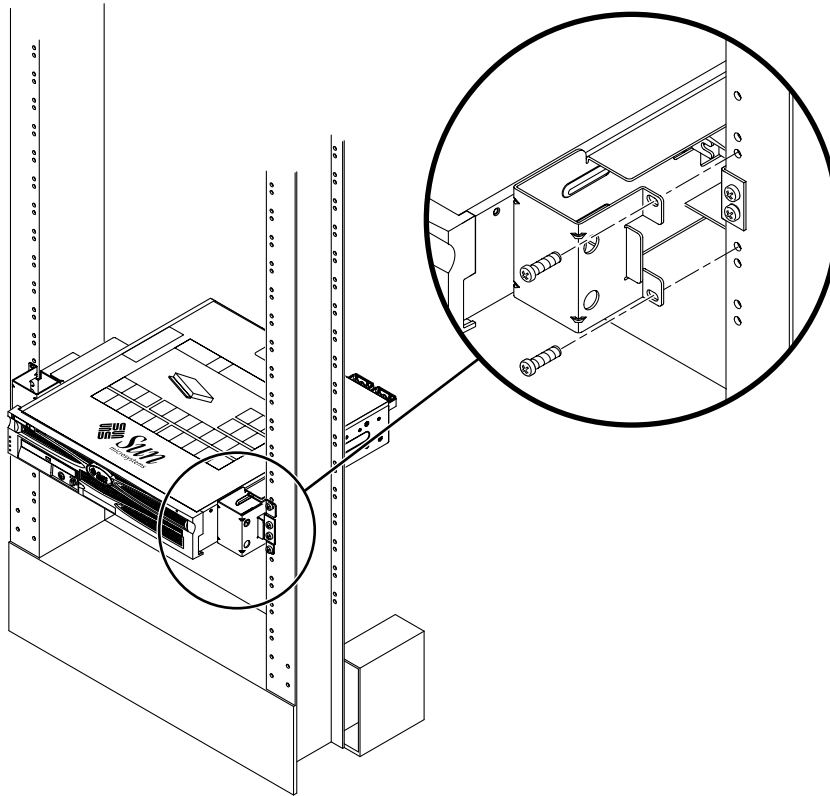

FIGURE 3-26 Installation et fixation du serveur dans une armoire à deux colonnes
5. **Soulevez le serveur dans l'armoire et faites-le glisser sur les rails réglables (FIGURE 3-26).**
6. **À l'aide de deux vis par côté, fixez chaque support latéral placé sur le serveur à l'avant de l'armoire (FIGURE 3-26).**